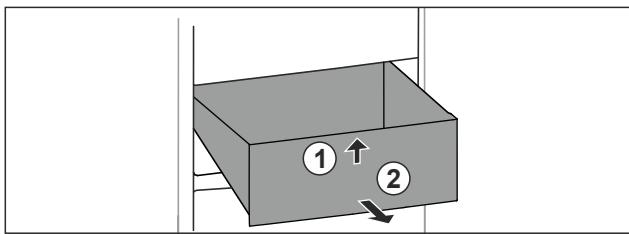

Fig. 68
- Predal spredaj dvignite. Fig. 68 (1)
- Predal vzemite ven v smeri naprej. Fig. 68 (2)